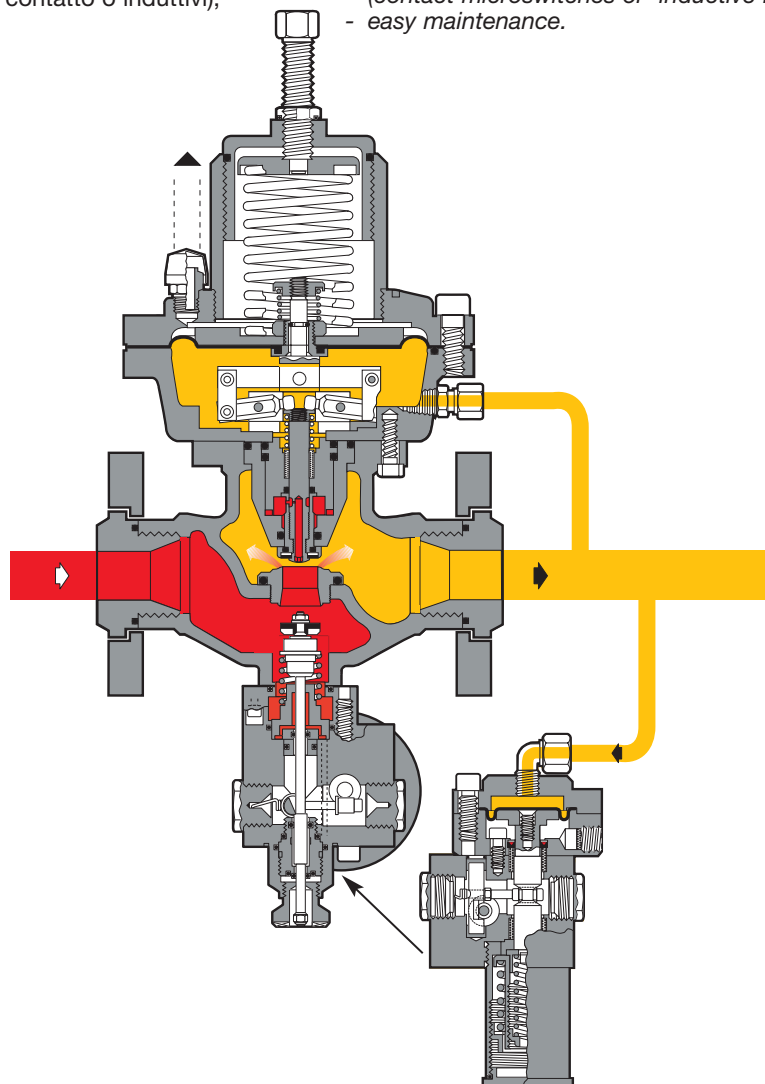

Fig. 2
Per il regolatore di pressione Dival 160 AP esiste la possibilità di avere la valvola incorporata (vedi fig. 2) sia sul regolatore di servizio come pure su quello con funzione di monitor in linea. Il regolatore con la valvola di blocco incorporata ha coefficienti Cg e Kg pari al 95 % di quelli del regolatore base.
*The Dival 160 AP pressure regulator may have a incorporated slam-shut valve (see fig. 2) both on the main regulator or on the in-line monitor regulator. The regulator with a incorporated slam shut valve has the Cg/Kg coefficients equal to about the 95% of those of the standard regulator. The regulator with a incorporated slam-shut valve has the advantage that it may be installed at any time on a previously installed Dival 160 AP regulator without modifying the reduction unit.*
- accuracy (AG):  $\pm 1\%$  on the value of the set point pressure for pressure increase;  $\pm 5\%$  for pressure drop;